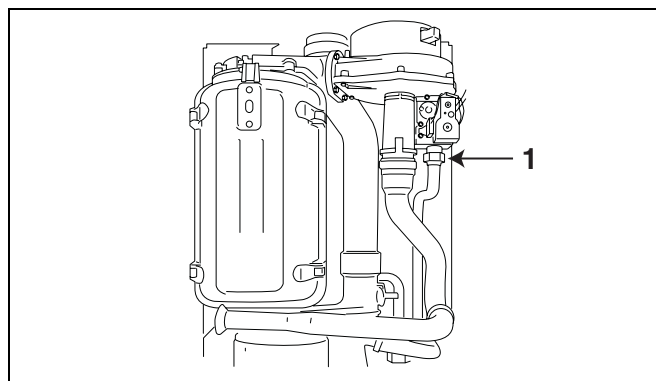

Рис. 43 Демонтаж газового соединения
- Демонтировать газовое соединение между газопроводом и газовым/воздушным блоком (рис. 43, поз. 1).